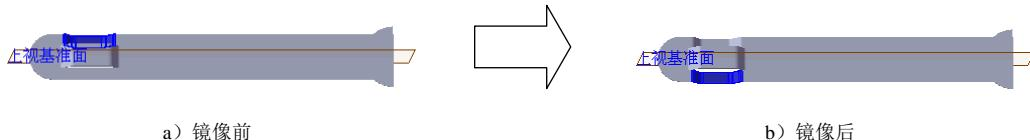

图 15.3.32 镜像 1
Step5. 创建图 15.3.32 所示的镜像 1。
(1) 选择命令。选择下拉菜单 **插入(I)** → **阵列/镜向(E)** → **镜向(M)...** 命令。
- (2) 定义镜像基准面。选取上视基准面作为镜像基准面。
- (3) 定义镜像对象。选择成形特征 2 作为镜像 1 的对象。
- (4) 单击 按钮，完成镜像 1 的创建。